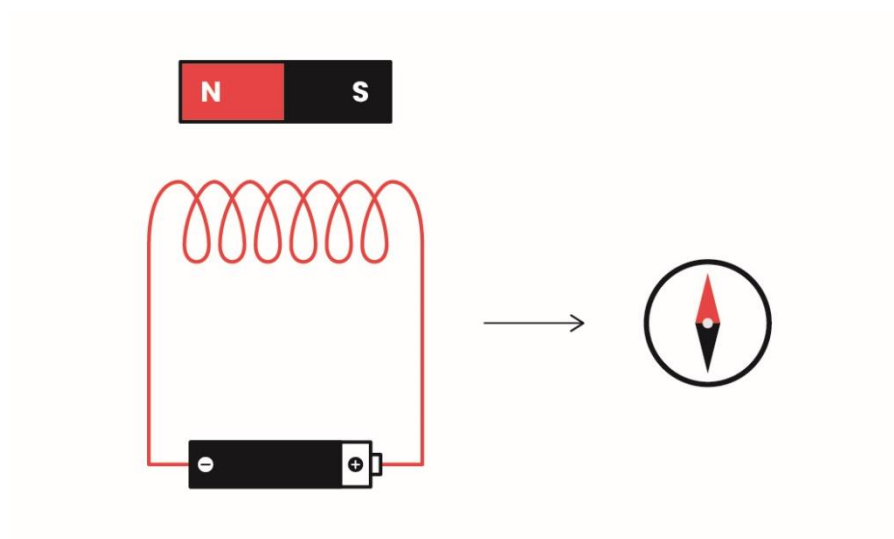

Abb. 1. Ausrichtung des Elektro- bzw. Stabmagneten in Relation zur Kompassnadel zu Beginn der Demonstration.
- Positionieren Sie den Elektromagneten so, dass er senkrecht zur Kompassnadel steht (Abb. 1) und einen Abstand von z. B. 20 cm hat.